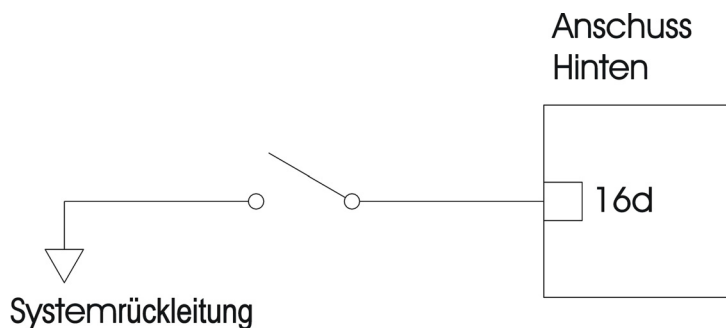

Abbildung 9 - Kartentestschalter-Verdrahtung
Über den Kartentest-Eingang kann die Kartentestfunktion per Fernzugriff ausgeführt werden. Ein Ende des normal geöffneten SPST-Schalters ist mit diesem Anschluss verbunden. Das andere Ende ist mit der Systemrückleitung verbunden. Halten Sie zur Aktivierung der Funktion einfach den Schalter so lange gedrückt, wie der Test ausgeführt werden soll. Das Übersichtsschaltbild in Abbildung 9 zeigt die Schalterverbindungen für die Kartentestfunktion.
- Der Kartentesteingang besteht aus einem einzigen Abschluss für den Ferntest der Funktionen des Modells 2602A. Zu näheren Informationen zum Kartentest siehe Abbildung 9.